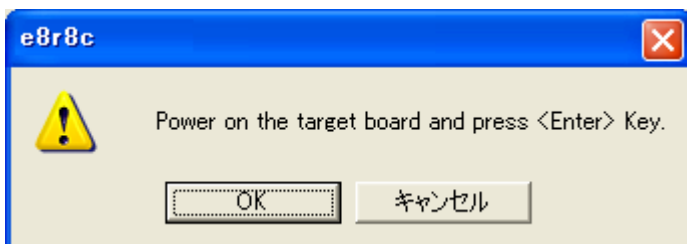

図 3.16 パワーオン要求メッセージのダイアログボックス
- (9) エミュレータ設定ダイアログボックスの[エミュレータから電源供給(最大 300mA)]チェックボックスにチェックしなかった場合、図3.16に示すダイアログボックスが表示されます。